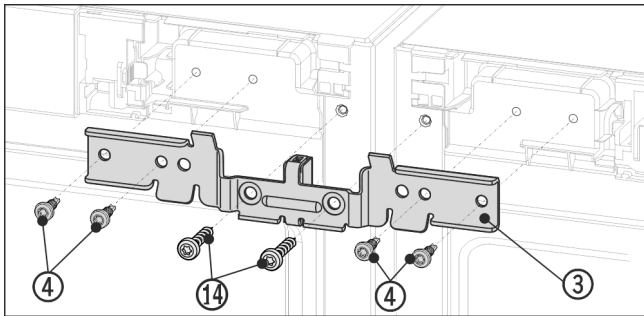

Fig. 12 Приблизне відображення
- ▶ Всунути кут Fig. 12 (3) з дистанційною прокладкою між пристроями і на цапфу. Трохи прикрутити кут з допомогою чотирьох гвинтів Fig. 12 (4) та задалегідь викручених гвинтів заземлення Fig. 12 (14) поперемінно зліва та справа.